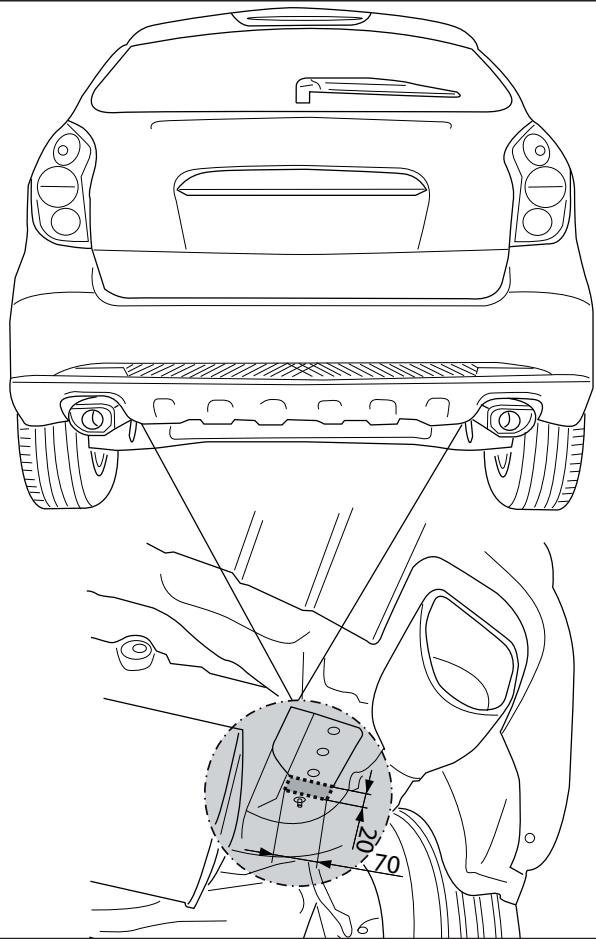

Fig. 1
3. Saw a portion out of the heat shield as shown in figure 1.
3. Gemäß der Abbildung 1 ein Stück aus dem Hitzeschild sägen.